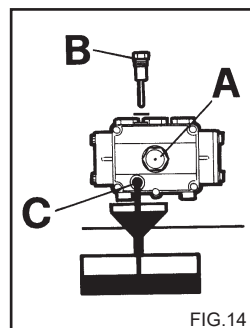

FIG.14
- 2) Отвинтите пробку с шупом контроля уровня (fig. 14).